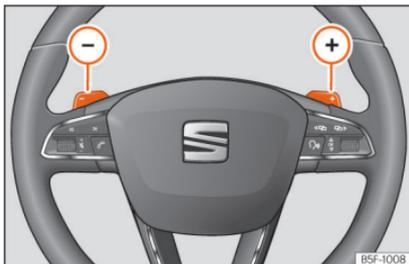

Abb. 243 Lenkrad mit zwei Schaltwippen für die Tiptronic.
- Im Fahrprogramm **D** oder **S** Schaltwippen am Lenkrad betätigen »» **Abb. 243.**
- Rechte Schaltwippe **+** »» **Abb. 243** zum Lenkrad ziehen, um hochzuschalten.
- Linke Schaltwippe **-** »» **Abb. 243** zum Lenkrad ziehen, um herunterzuschalten.
- **ODER:** mit den Schaltwippen am Lenkrad runterschalten »» **Abb. 243** »» **Seite 265.**